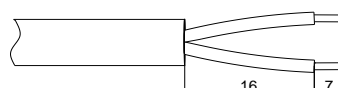

FIG 4-3 Cabo de sinal de tira
Passo 1: Prepare o cabo de sinal por remova a capa do cabo de sinal cerca de 23 mm e, em seguida, retire a camada de isolamento do fio cerca de 7 mm, conforme FIG.4-3.